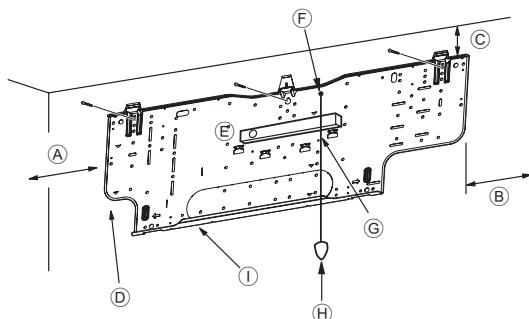
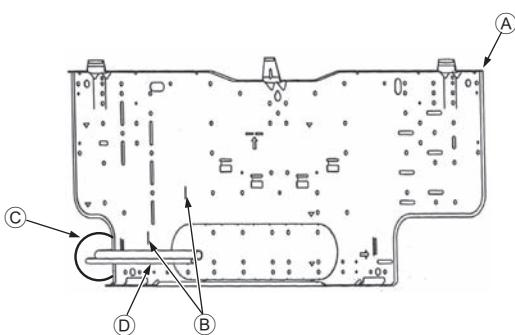

Рис. 3-4
Рис. 3-5
■ PKFY-P-VHM-E (Рис. 3-4)
- ① Мин. 90 мм (617,6 мм и более при установке опционального дренажного насоса)
- ② Мин. 200 мм
- ③ Мин. 72 мм (142,5 мм и более при использовании левой, задней левой или нижней левой трубок или опционального дренажного насоса)
- ④ Крепежные винты (4 × 35) ②
- ⑤ Уровень
- ⑥ Установите винтовое соединение в отверстие.
- ⑦ Установите уровень по референтной линии на монтажной плате и проверьте горизонтальность. Свесьте грузик с резьбы и совместите его с ▽ EPK монтажной платы для выставления уровня.
- ⑧ Грузик
- ⑨ Монтажная плита
3.3. Встраивание труб в стены (Рис. 3-5)
- ① Монтажная плата ①
- ② Метки для фланцевых соединений
- ③ Через отверстие
- ④ Трубы, монтируемые на месте